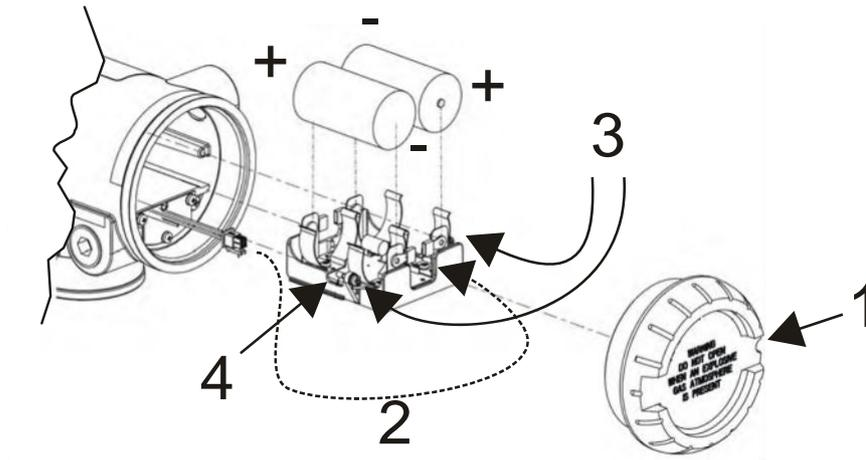

Figura 10 Substituição das pilhas
1	Solte a trava M3 parafuso de fixação na extremidade da tampa (extremidade oposta do display). Veja item 1 na Figura 10. Desparafuse e remova a tampa de ponta.
2	Usando o polegar e o indicador aperte o conector de alimentação na parte superior e inferior para soltar o mecanismo de travamento em seguida, puxe para desconectar. Ver item 2 na Figura 10.
3	Desaperte os dois parafusos de retenção do porta pilha (mais próximo às pilhas). Ver item 3 na Figura 10. Os parafusos são cativos.
5	Remova as pilhas velhas do porta pilhas. Se necessário, erguer as pilhas usando uma chave de fenda ranhurada como alavanca nas ranhuras do lado do porta pilha. Ver item 4 na Figura 10.
- 1 Solte a trava M3 parafuso de fixação na extremidade da tampa (extremidade oposta do display). Ver item 1 na Figura 10. Desparafuse e remova a tampa de ponta.
- 2 Usando o polegar e o indicador aperte o conector de alimentação na parte superior e inferior para soltar o mecanismo de travamento em seguida, puxe para desconectar. Ver item 2 na Figura 10.